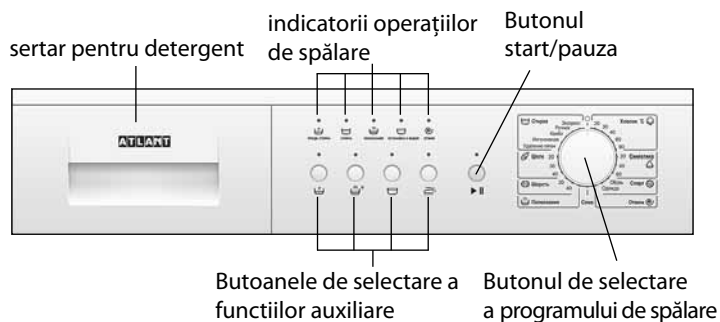

Figura 1 — Panoul de comanda
1.1.1 Elementele de comandă a mașinii sunt prezentate în figura 1. Butonul de selectare a programului (în continuare numit — Selector) și denumirile butoanelor de comandă sunt prezentate în figurile 2 și 3.